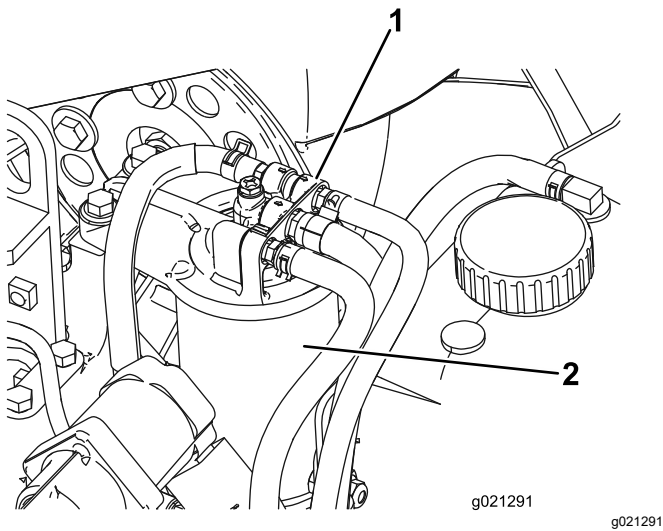

Figure 95
1. Nettoyez la surface autour de la tête du filtre à carburant (Figure 95).
2. Déposez le filtre et nettoyez la surface de montage de la tête du filtre (Figure 95).